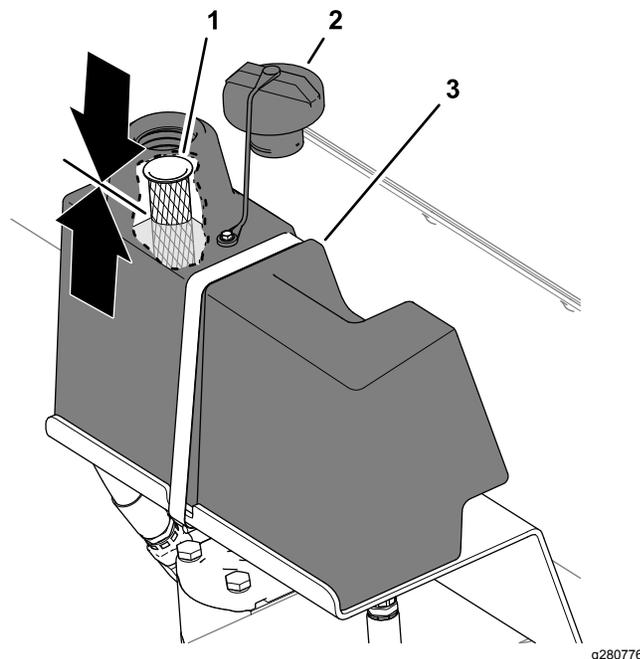

Figura 35
2. Limpe a área em redor do bocal de enchimento e tampa do reservatório hidráulico e retire a tampa (Figura 35).
O nível do fluido deve estar a 1/2 do filtro no bocal de enchimento (Figura 35).
5. Instale a tampa do reservatório hidráulico (Figura 35).
5. Limpe a área em redor do bocal de enchimento e tampa do reservatório hidráulico e retire a tampa; consulte a Figura 35 na Verificação do nível do fluido hidráulico \(página 28\).
8. Instale a tampa do reservatório hidráulico; consulte a Figura 35 na Verificação do nível do fluido hidráulico (página 28).